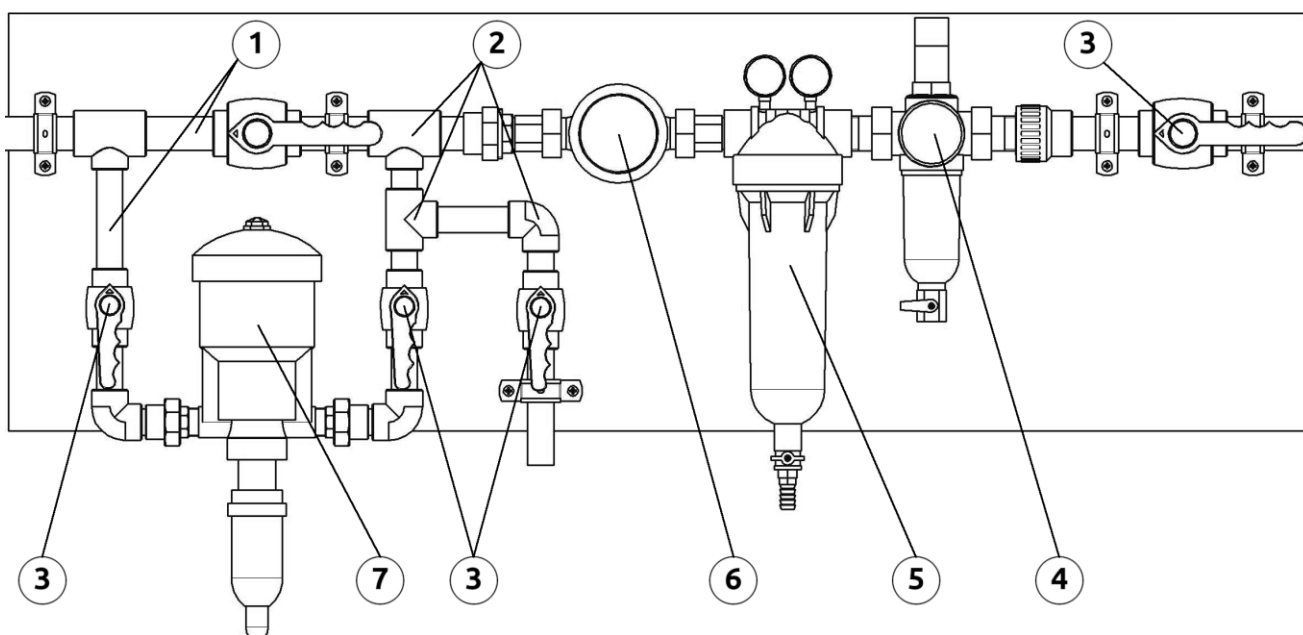

Рисунок 2.1
Узел водоподготовки (рис. 2.1) изготавливается из полипропиленовых труб (1), фитингов (2) и запорной арматуры (3), методом пайки всех компонентов.